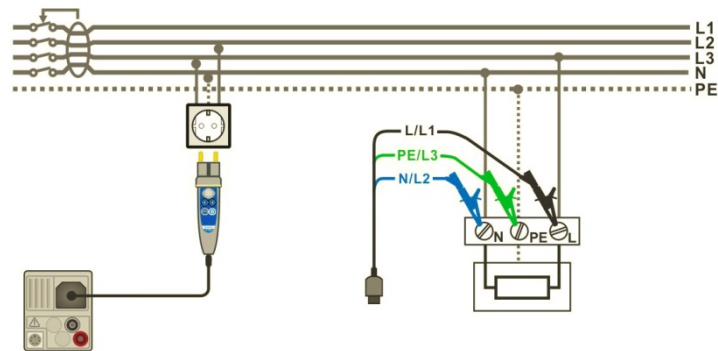

Abbildung 7.23: Anschluss des Commander-Prüfsteckers und der Dreileiter-Prüfleitung
- › Schließen Sie die Prüfleitungen am Prüfling an, siehe *Abbildung 7.23*.
- Schließen Sie die Prüfleitungen am Prüfling an, siehe *Abbildung 7.23*.
<ul style="list-style-type: none"> <li>Wählen Sie die Funktion RCD Auto.</li> <li>Stellen Sie die Prüfparameter / Grenzwerte ein.</li> <li>Schließen Sie die Prüfleitungen am Messgerät an</li> <li>Schließen Sie die Prüfleitungen am Prüfling an, siehe Abbildung 7.23.</li> <li>Starten Sie die Messung.</li> </ul>	Beginn der Prüfung